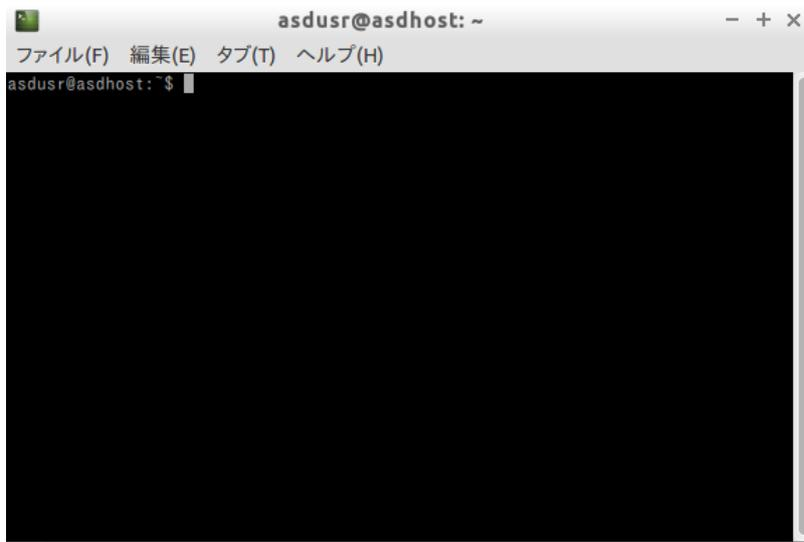

図 2-1-1. コンソール画面
- ① デスクトップ左下のアイコン(以後[メニューアイコン]と表記)からメニューを呼び出す→[アクセサリ]→[LXTerminal]を選択し、図 2-1-1 のようなコンソール画面を表示します。